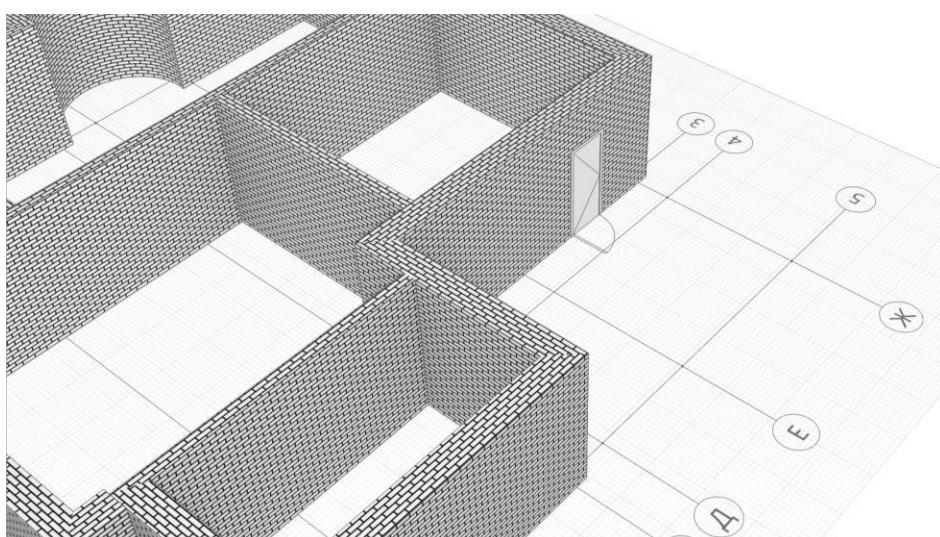

Рис. 1 Вставка дверей
2. Выберем инструмент **Дверь**  . Здесь можно задать различные параметры, изменить форму проема, изменить свойства двери. Зададим высоту двери - **2100 мм**, ширину – **900 мм**. В списке **Стилей двери** выберем **Однопольная распашная (глухое)**, ориентация - **правая**. Марка – D1. Вставим двери (рис. 1)